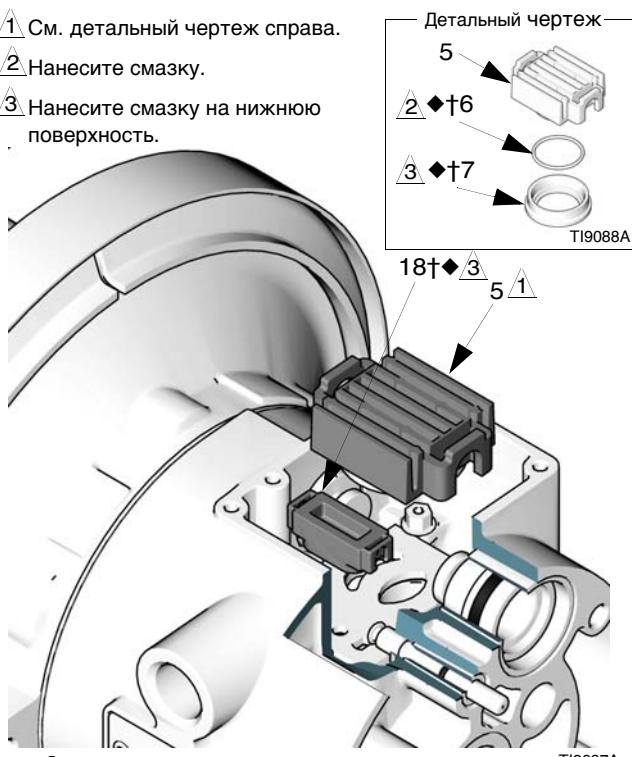

Рис. 6
- Сместите каретку (5) клапана в центральное положение и извлеките ее из углубления. Извлеките блок (7) клапана и уплотнительное кольцо (6) из каретки. Пользуясь плоскогубцами с остроконечными губками, извлеките из углубления блок управления (18), держа его вертикально. См. Рис. 6.
- Нанесите смазку на нижнюю поверхность блока управления (18†◆) и установите блок так, чтобы его выступы зафиксировались в канавках на концах направляющих стержней (16). См. Рис. 6.
- Смажьте уплотнительное кольцо (6†◆) и установите его на блок (7†◆) клапана. Установите блок на каретку (5) клапана. Нанесите смазку на нижнюю поверхность блока клапана. См. Рис. 6.
- Установите каретку (5) клапана так, чтобы ее выступы вошли в канавки на узких концах приводных поршней (11). См. Рис. 6.